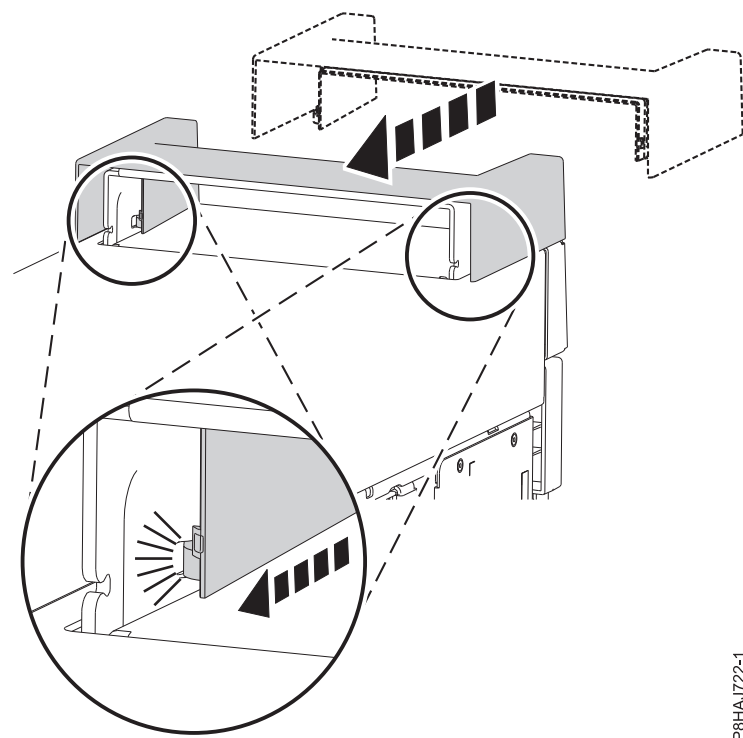

Figure 20. Mise en place de la poignée sur un système autonome 8286-41A
1. Fixez la poignée à la station d'accueil RDX interne (FC EUA3) en la faisant coulisser vers l'arrière du système. Voir figure 20.